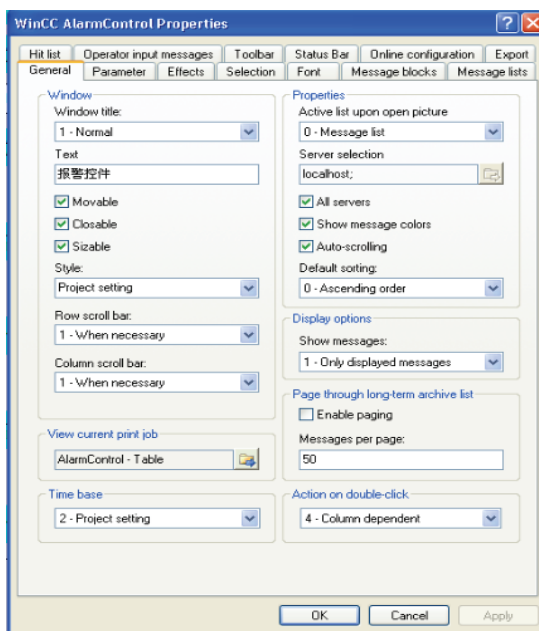

图 9-12 “WinCC AlarmControl 属性” 对话框
- 4) 转到“General”选项卡。在“View Current print job”域中设置打印作业的输出，如图 9-12 所示。如果要使用不同的打印作业，则使用按钮选择期望的打印作业。